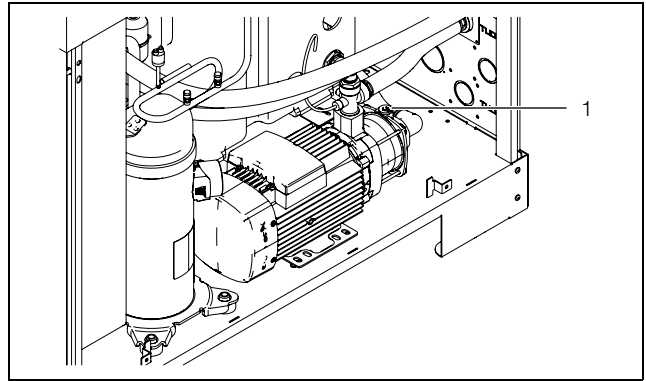

Fig. 26: Spurgare la pompa del mezzo frigorifero
- Spurgare la pompa del fluido frigorifero (quando non è in funzione) allentando la vite di sfianto (fig. 26, pos. 1).